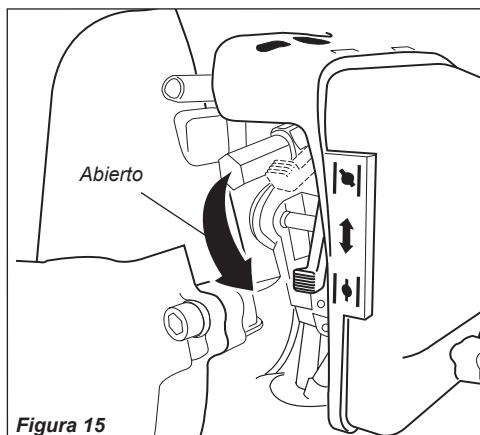

Figura 15
- Cuando arranque el motor, mueva despacio la palanca del cebador a la posición "OPEN" (abierto). Consulte la figura 15. (Si el motor para después del arranque inicial, cierre la palanca del cebador y vuelva arrancar).